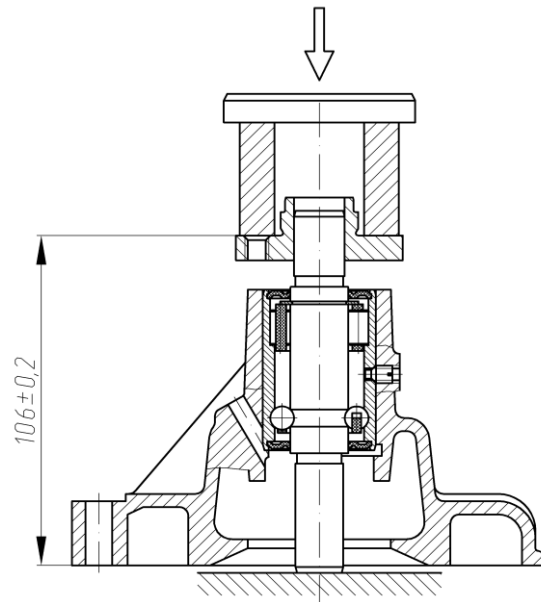

Рис.78. Напрессовка ступицы шкива водяного насоса
- напрессовать на валик подшипника ступицу шкива насоса, выдержав размер  $(106,0 \pm 0,2)$  мм (рис.78);